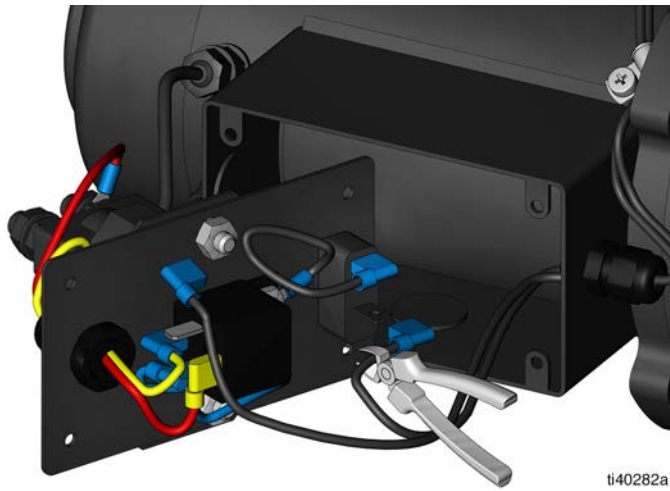

FIG. 20
9. Séparez les connecteurs du fil du pressostat des fils du pressostat (FIG. 20).